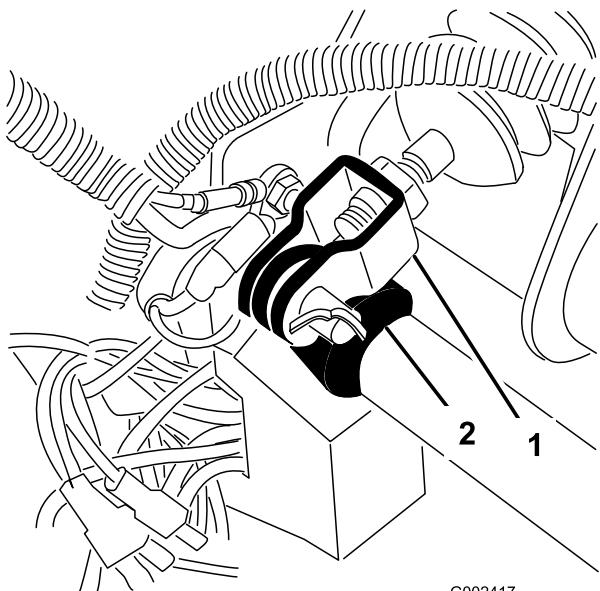

Рисунок 64
- Снимите шплинт и шплинтуемый штифт, которые крепят вилку главного тормозного цилиндра к оси педали тормоза (Рисунок 64).